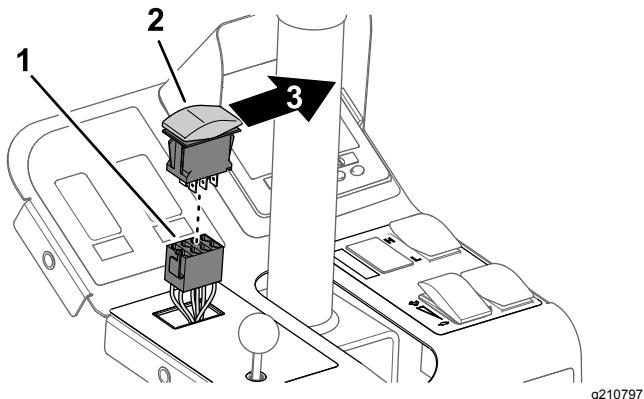

Figure 9
3. Branchez l'interrupteur à bascule (3-positions – commande des clignotants) au connecteur à 8 douilles du faisceau de la plate-forme (Figure 9).
4. Dirigez la partie longue de l'interrupteur des clignotants vers le côté droit de la machine et insérez l'interrupteur dans l'ouverture du panneau de la tour de direction jusqu'à ce qu'il s'enclenche solidement en place (Figure 9).